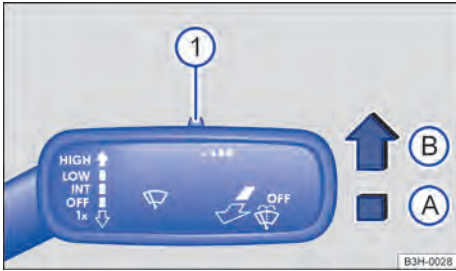

Fig. 76 A la derecha de la columna de dirección: palanca de los limpiaparabrisas.
→ fig. 76:
La sensibilidad del sensor de lluvia se puede regular manualmente con el interruptor en la palanca de los limpiaparabrisas → fig. 76 ① → ⚠.